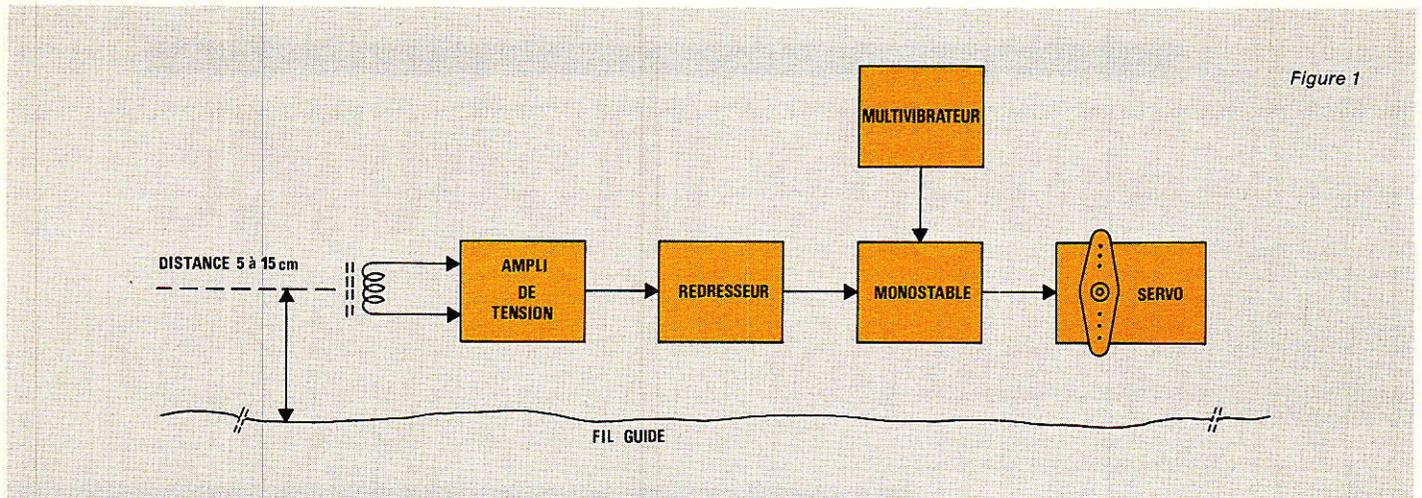

Figure 1
**D**ans le fil guide circule un courant de fréquence 70 kHz modulé à 200, 340 ou 580 Hz selon l'ordre de mouvement à transmettre. Mais le circuit de direction utilise seulement le 70 kHz et ignore la modulation (figure 1).